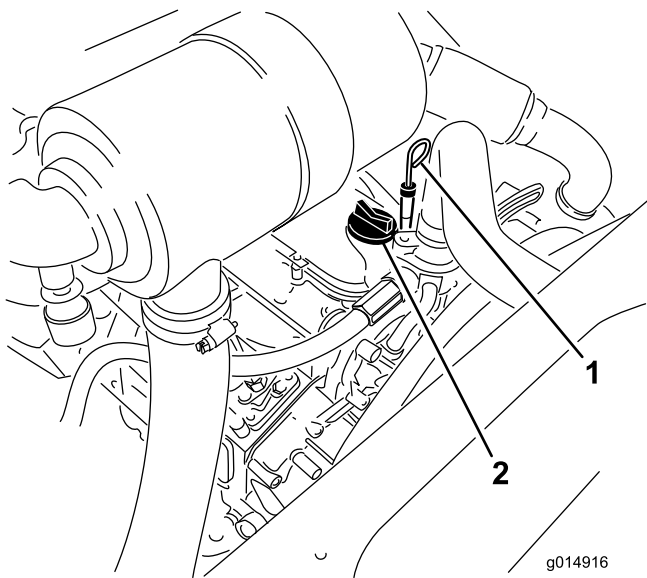

図 35
5. オイルの量がFULLマークよりも下である場合は、補給キャップ 図 35 を取り、FULL 位置までオイルを補給する。入れすぎはよくない。